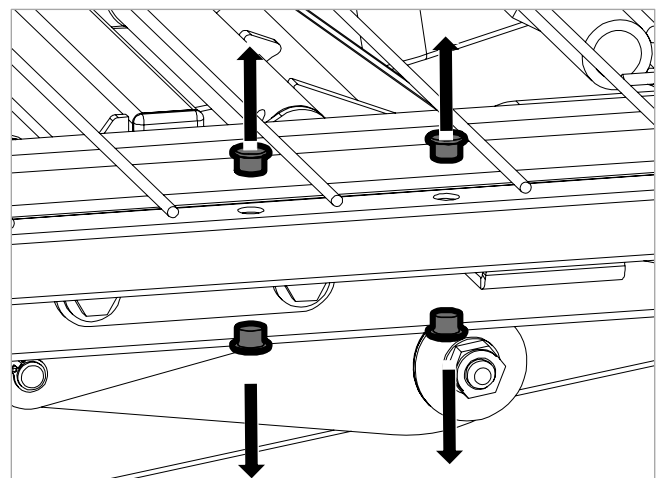

Figure 6.2
1. Retirez les 4 capuchons des trous du dossier, du côté où le levier sera monté. Ne jetez pas ces capuchons car ils devront peut-être être réinstallés si le kit de la barre d'assistance à levier est retiré ultérieurement (voir Figure 6.2).